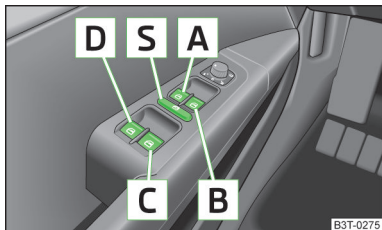

Fig. 44
- Si se transportan personas en los asientos traseros, las cuales no son completamente independientes, p. ej. niños, se recomienda poner fuera de funcionamiento los elevalunas eléctricos de las puertas traseras (conmutador de seguridad) **S** » fig. 44 de la página 66.
A » fig. 44 de la página 66.
Teclas de los elevavinas » fig. 44
Se pueden poner fuera de servicio las teclas de los elevavinas de las puertas posteriores pulsando el conmutador de seguridad **S** » fig. 44. Se ponen de nuevo en funcionamiento las teclas de los elevavinas de las puertas traseras pulsando de nuevo el conmutador de seguridad **S**.
- Mantenga la tecla **A** en la posición de apertura » fig. 44 de la página 66.
- Mantenga la tecla **A** en la posición de cierre » fig. 44 de la página 66.